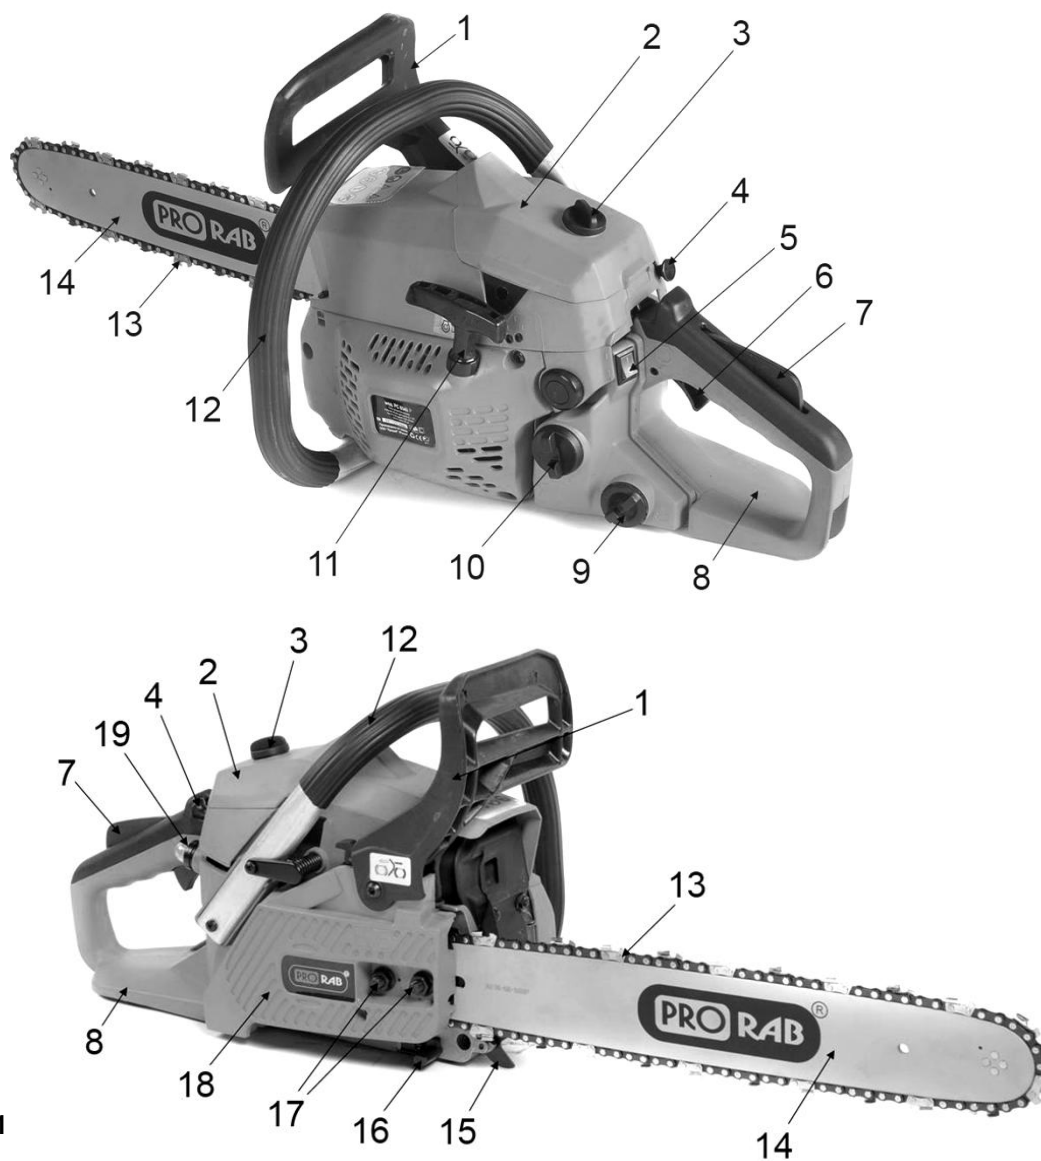
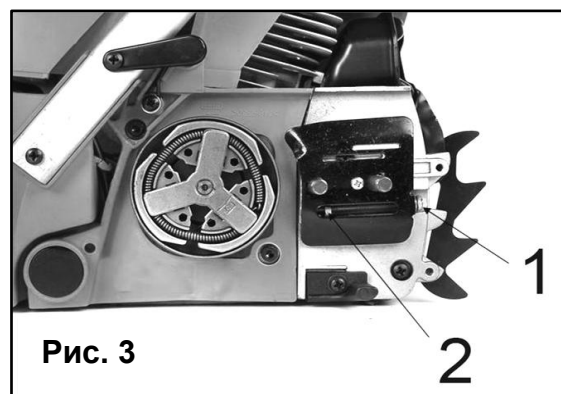

Рис. 1
Рис. 3
3.2. Устройство системы безопасности (См. Рис.1)
- Убедитесь, что ручка тормоза цепи (1) сдвинута в положение ВЫКЛ. (Рис. 1,2).
- Отвинтите предохранительные гайки шины (2). Снимите крышку тормоза цепи (3), потянув ее вверх.
- С помощью отвертки поверните регулировочный винт (1) против часовой стрелки, пока выравнивающий штифт (2) (выступающий цилиндр) не достигнет своего предельного положения (Рис.3)